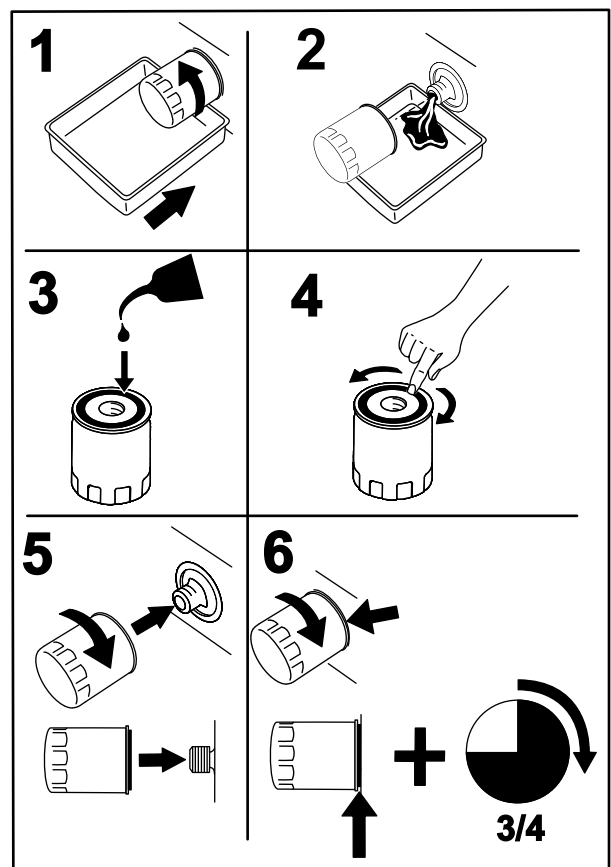

Bild 71
8. Stellen Sie eine Auffangwanne unter den Verteilerfilter (Bild 71).